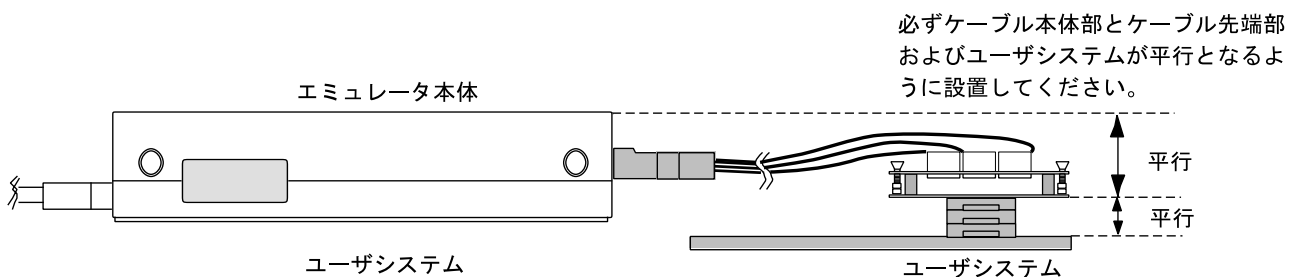

図8 設置例
- (1) ユーザシステムへの接続時には1ピン位置に十分注意して、誤接続は絶対にしないでください。
- (2) 本ユーザシステムインタフェースケーブルは、HS2148EPI61H エミュレータ専用ですので、他のエミュレータ本体には使用しないでください。
- (3) ケーブル本体部が断線する可能性がありますので、本ユーザシステムインタフェースケーブルの上に重いものや金属等の角の尖ったものを置かないでください。
- (4) ユーザシステムに接続した状態では、ユーザシステムインタフェースケーブル、特にケーブル先端部に無理な力が加わらないように注意する必要があります。図8の設置例を参照してご使用ください。